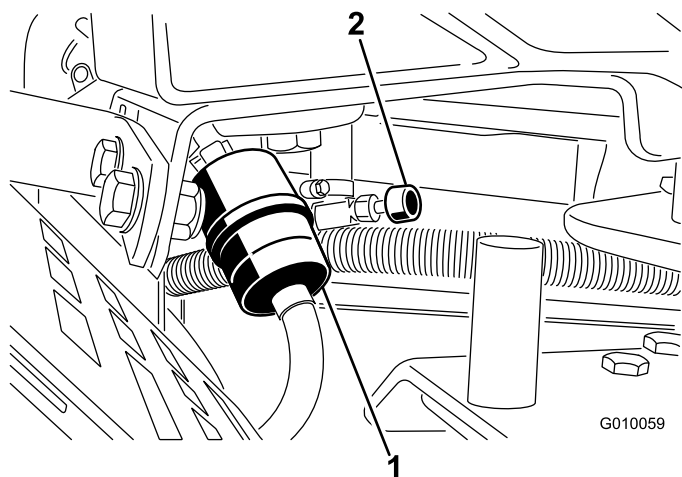

図 52
2. 燃料バルブを閉じる（図 52）。
3. 古いフィルタのクランプをゆるめて脇に寄せる（図 52）。
5. 新しいフィルタをホースに取り付け、クランプで固定する（図 52）。
7. 燃料バルブを開く（図 52）。
3. 燃料フィルタについているクランプをゆるめ、フィルタからはずらす（図 52）。
4. フィルタから燃料ホースを抜き取る（図 52）。燃料バルブを開き、排出される燃料を容器に受ける。
5. フィルタに燃料ホースをつなぎ、クランプで固定する（図 52）。